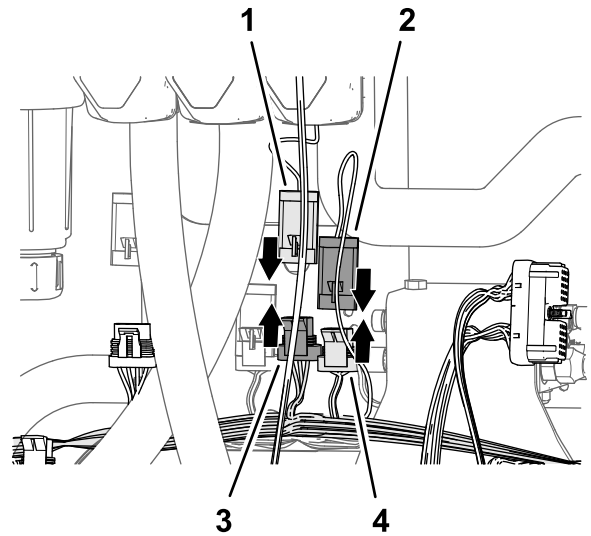

图 88
2. 将标有主阀的 89cm 套件线束支管的 3 针接头接入标有主喷洒阀的机器线束 3 插槽接头图 88。
3. 将主喷洒阀致动器的 3 针接头接入标有主阀的 89cm 套件线束支管的 3 插槽接头图 88。